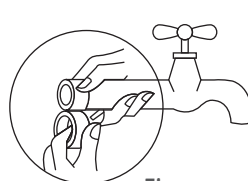

Fig. 1
- Colocar a ponta da fita sobre a superfície da rosca (Fig. 1).